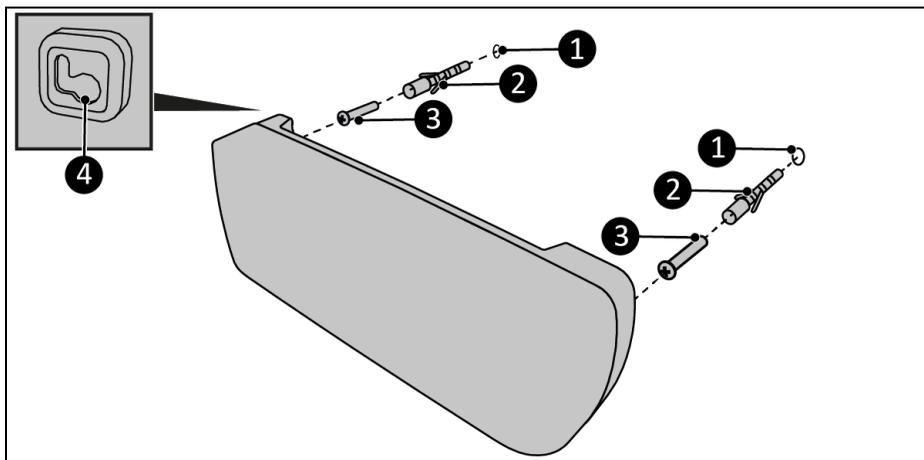

Figura 8
4. Efectuați două găuri de 10 mm la 39,4 cm orizontal una de cealaltă în poziția dorită (Figura 8, poz. 1).
5. Introduceți diblurile în găuri (Figura 8, poz. 2).
6. Strângeți bine șuruburile în dibluri (Figura 8, poz. 3). Asigurați-vă că șuruburile ies în afară 10 mm.
7. Puneți inelele de agățare de pe spatele dispozitivului peste șuruburile din perete (Figura 8, poz. 4).